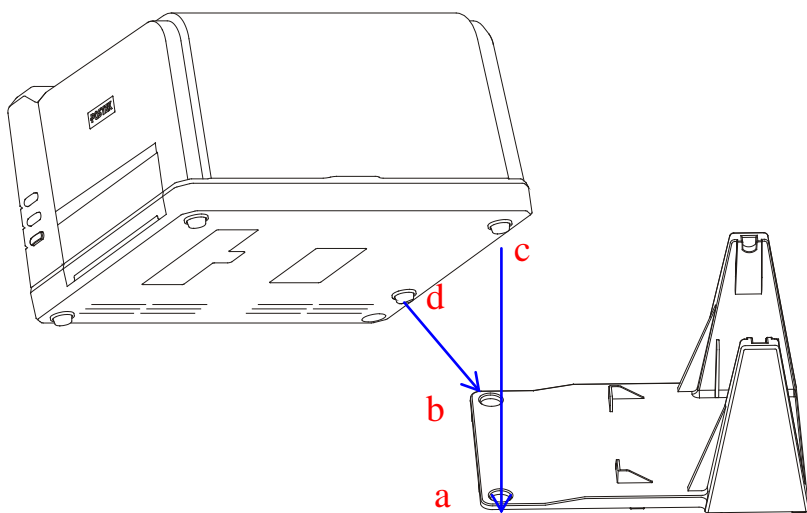

图 5-5
1. 将外挂纸架固定到打印机上，外挂纸架上的孔(a)(b)分别套住打印机底部的脚垫(c)(d)(图 5-5)；